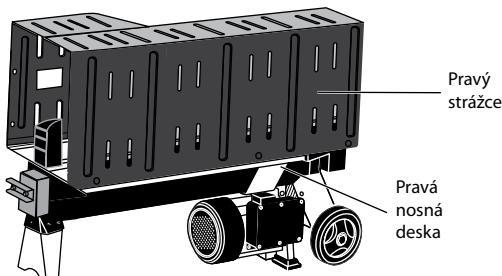
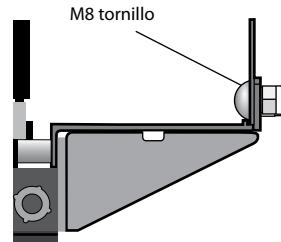
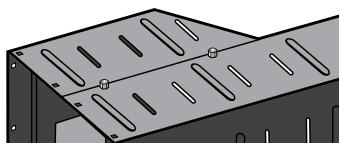

Fig. 2a
Fig. 2b
Fig. 2c
4. Introduzca la protección derecha en la ranura de la placa base derecha, asegúrese de que los agujeros de la protección derecha están alineados con los agujeros de la placa base derecha, utilice 3 tornillos de cabeza cuadrada M8 y 3 tuercas de seguridad para la fijación (fig.2a, fig.2b). A continuación, utilice 2 tornillos de cabeza cuadrada M8 y 2 tuercas de seguridad para unir los protectores laterales derecho e izquierdo (Fig. 2c).